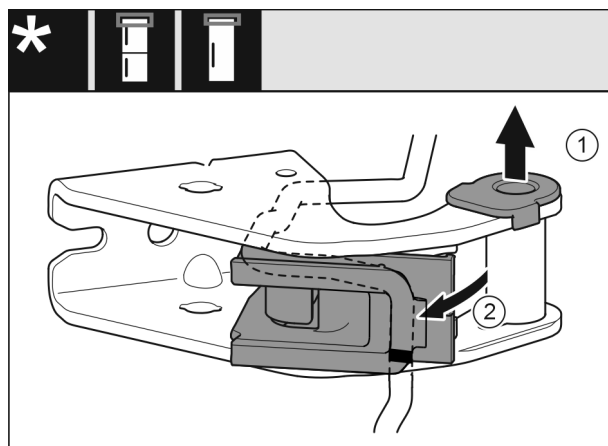

Fig. 17
- ▶ Tõmmake laagripukk juhikust välja. Fig. 17 (1)
- ▶ Keerake kaablihoidik välja. Fig. 17 (2)